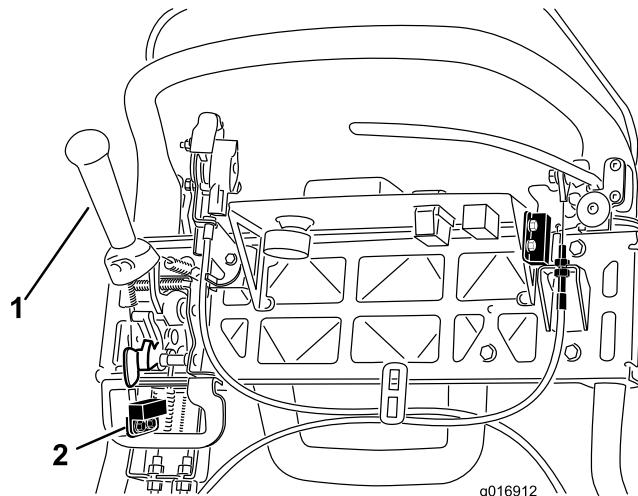

図 38
4. インタロックスイッチを固定しているねじをゆるめる図 38。
5. 走行レバーとインタロックスイッチとの間に厚さ 1.6mm のすきまゲージをはさむ図 38。